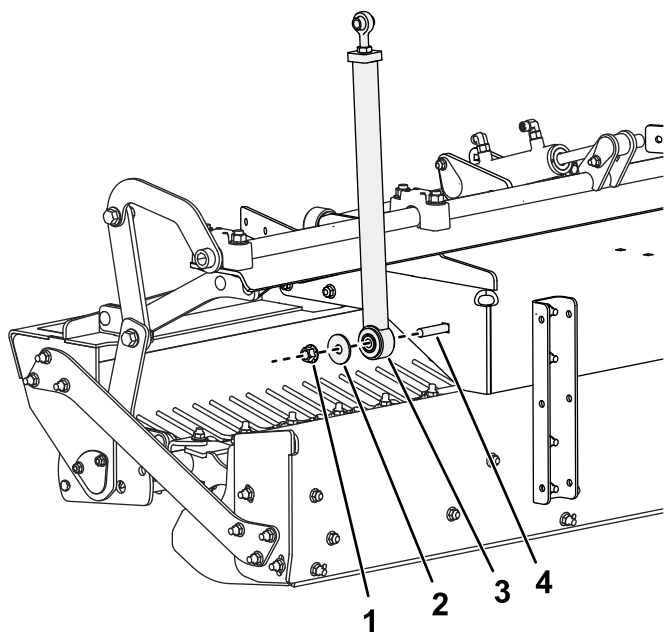

Figure 1
1. Installez, mais ne serrez pas, la partie inférieure d'une biellette de levage sur le cadre à l'aide d'un boulon de carrosserie ( $\frac{1}{2} \times 2\frac{1}{2}$  po), d'une rondelle de butée et d'un contre-écrou (Figure 1).